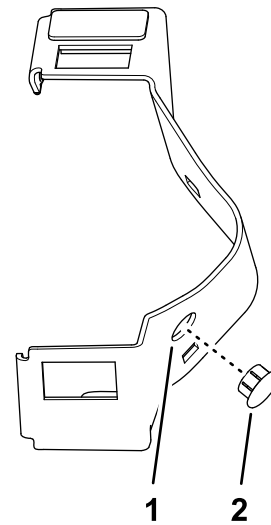

Figura 4
- Si su máquina tiene el kit opcional de luces de carretera para Norteamérica, instale el tapón redondo (Figura 4).